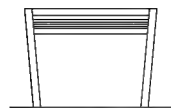

図1-3 寸法以下のイメージ
- 図1-3のように間口下端(※2)の寸法が許容範囲より小さくなった場合は、シャッターが取付けられなかったりシャッター取付け後に異音やキズが発生して正常に作動しなくなる場合があります。